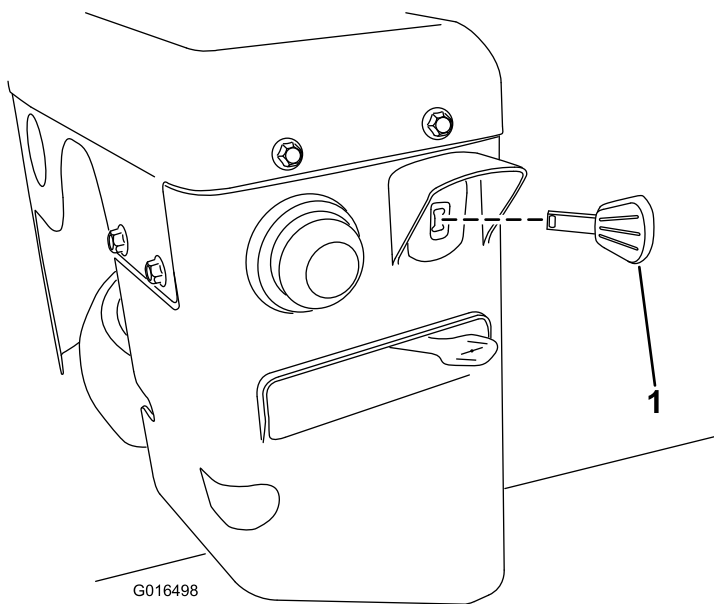

Figura 20
3. Inserite a fondo la chiave di accensione (Figura 20).